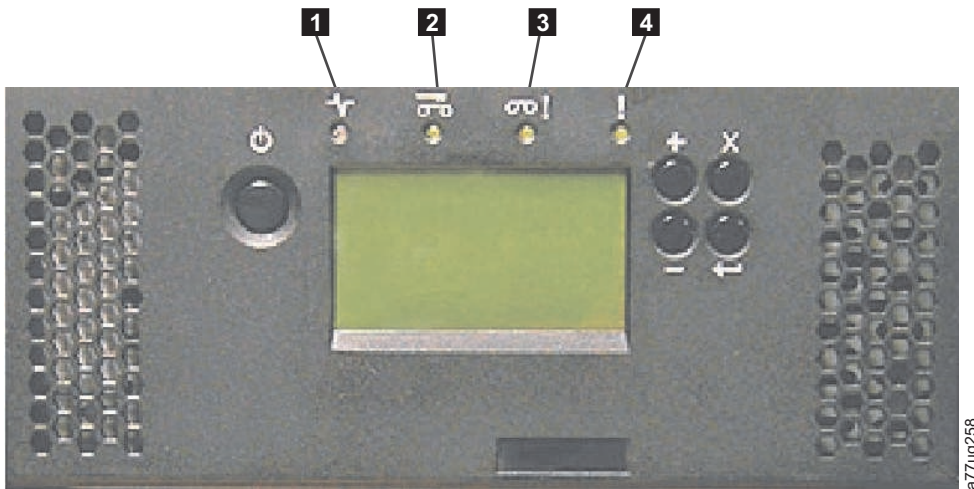

图 155. 磁带库前面板指示灯
- 1) 加电后，就绪/活动指示灯（第 195 页的图 155 中的 **1**）将点亮。
- 1) 错误指示灯（第 195 页的图 155 中的 **4**）将点亮。
- 1) 替换磁带库机柜加电，就绪/活动指示灯（第 195 页的图 155 中的 **1**）点亮。
- 1) 错误指示灯（图 155 中的 **4**）将点亮。这表示故障磁带库中的磁带库控制器卡工作不正常。
- 1) 替换磁带库机柜的就绪/活动指示灯（第 195 页的图 155 中的 **1**）点亮。